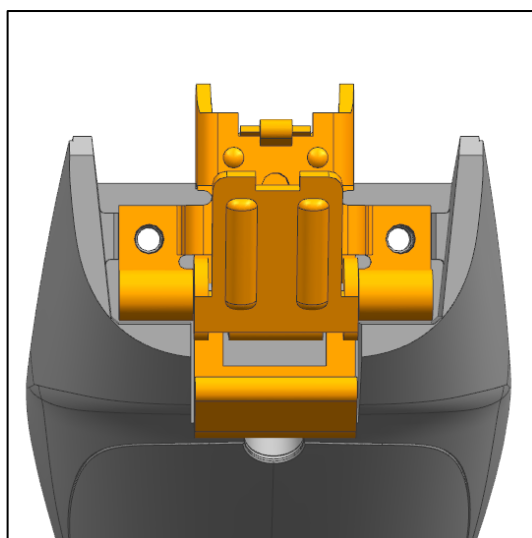

Abb. 11
- b) Entnehmen Sie das Halteblech mit dem Rastschieber (Abb. 11).